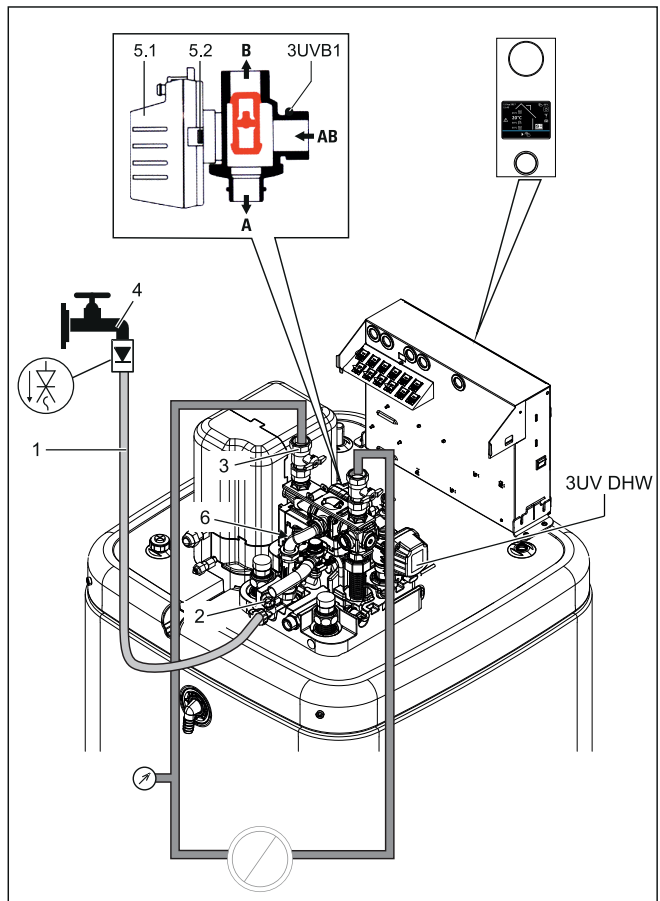

Fig. 27-2 Remplissage du circuit de chauffage
- 1 Raccorder le flexible de remplissage (Fig. 27-2, pos. 1) avec le clapet anti-retour (1/2") et un manomètre externe (sur site) au robinet de remplissage et de vidange (Fig. 27-2, pos. 2) et le protéger contre un glissement avec un collier de serrage.
- 3 Ouvrir le robinet d'eau (Fig. 27-2, pos. 4) de la conduite d'alimentation.
- 4 Ouvrir le robinet de remplissage et de vidange (Fig. 27-2, pos. 2) et observer le manomètre.
- 7 Fermer le robinet d'eau (Fig. 27-2, pos. 4). Le robinet de remplissage et de vidange doit rester ouvert pour pouvoir lire la pression d'eau sur le manomètre externe.
- 10 Pendant le fonctionnement en mode de chauffage à l'eau chaude, contrôler sans cesse la pression d'eau sur le manomètre externe et le cas échéant, faire l'appoint en eau par le biais du robinet de remplissage et de vidange (Fig. 27-2, pos. 2).
- 12 Contrôler de nouveau la pression d'eau au manomètre externe et, le cas échéant, faire l'appoint d'eau par l'intermédiaire du robinet de remplissage et de vidange (Fig. 27-2, pos. 2).
- 13 Retirer le flexible de remplissage (Fig. 27-2, pos. 1) avec clapet anti-retour du robinet de remplissage et de vidange (Fig. 27-2, pos. 2).
Tab. 27-2 Légende de Fig. 27-2